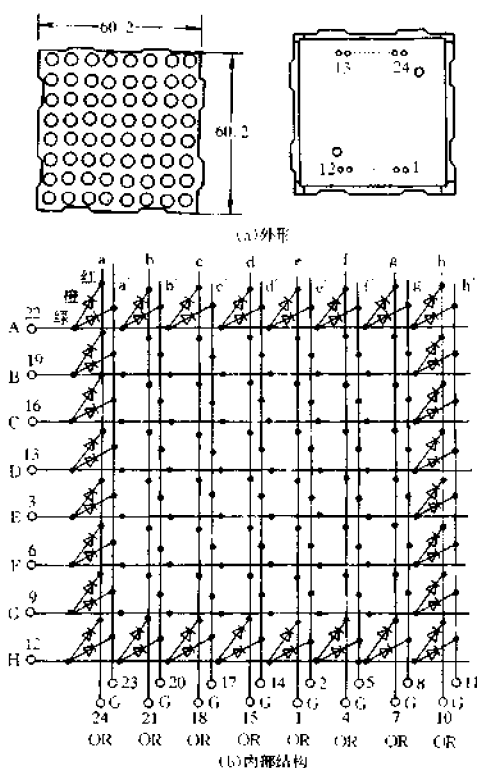

图 4-301 BFJ $\phi$ 5OR/G 的外形和内部结构
图 4-301 是 BFJ $\phi$ 5OR/G 的外形和内部电路图。这是一个共阳极结构的点阵显示器,其中, A~H 是行驱动线,共 8 条。列驱动线分为两组,橙红色(OR)与绿色(G)各为 8 条。A~H 代表行像素,a(a)~h(h)代表列像素。该型彩色 LED 点阵显示器的发光原理可以左上角 A 行、a 列的彩色像素为例加以说明。A 行的橙红色发光二极管的正极与②脚相接,负极与④脚相接;而绿色发光二极管的正极也与②脚相接,但负极与③脚相接。当在②脚与④脚之间加上正向电压时,(A,a)像素